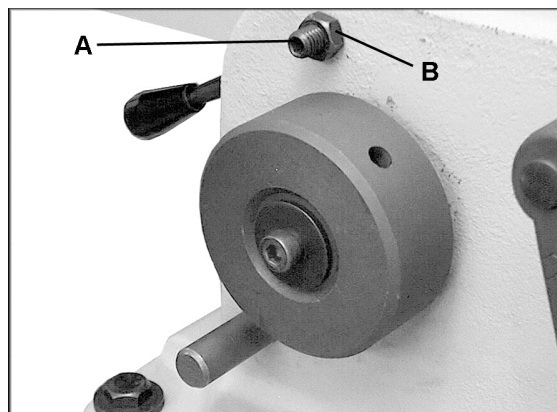

Рис. 38.
В передней части фуговального станка есть четыре установочных винта – два на столе разгрузки и два на столе подачи. С помощью этих винтов можно регулировать свободный ход столов. (На Рис. 38 показан один из установочных винтов стола разгрузки.)
После определенного времени эксплуатации станка медный наконечник, закрепленный на конце установочного винта (А, Рис. 38) может ослабиться. Выполните следующие шаги.
1. Ослабьте шестигранную гайку (В, Рис. 38) с помощью 14 мм гаечного ключа.
2. Затяните установочный винт (А, Рис. 38) с помощью 5 мм шестигранного ключа. Не перетягивайте винт, так как это может помешать подъему и опусканию стола.
3. Затяните шестигранную гайку (В, Рис. 38).